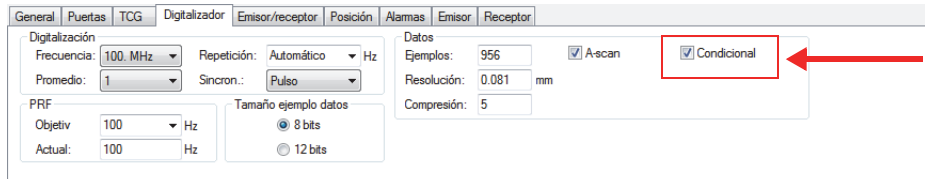

Figura 4-53 Pestaña Digitalizador
1. Haga clic la pestaña **Digitalizador**, en el panel **Ajustes UT**, y seleccione la casilla de verificación **Condicional**. Consulte la sección Figura 4-53 en la página 159.